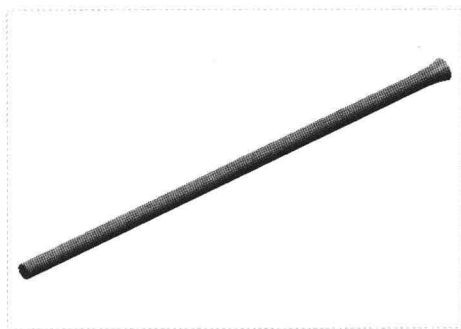

图 15-34 创建旋转特征 2
Step 12 返回“旋转”选项卡，单击“应用并保存在工具中所做的所有更改，然后关闭工具操控板”按钮，完成旋转特征的创建，如图 15-34 所示。